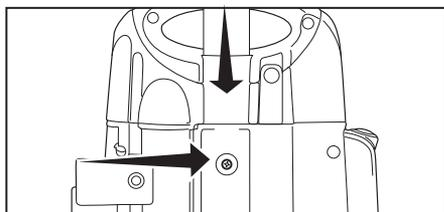

Fig. 1
- Retire el tornillo del mango ubicado en la parte posterior de la aspiradora (Fig. 1). Inserte el mango hacia abajo en el cuerpo de la aspiradora. Inserte el tornillo y ajuste.